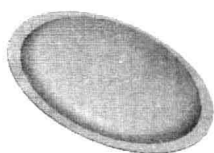
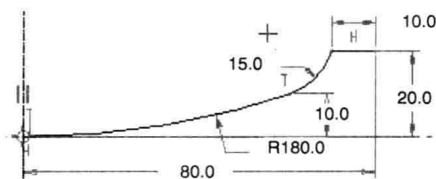

图 1.9 旋转类型的钣金壁特征
图 1.10 截面草图
Step2. 创建图 1.9 所示的旋转类型的钣金壁特征，操作步骤如下：
(1) 选择下拉菜单 **插入(I)** → **钣金件壁(W)** → **分离的(S)** → **旋转(R)...** 命令，此时系统弹出“第一壁：旋转”特征信息对话框，该对话框反映了创建旋转特征的过程和状态。
(2) 定义旋转类型。在 **ATTRIBUTE(S) (属性)** 菜单中，选择 **One Side (单侧)** → **Done (完成)** 命令。
(3) 定义特征的截面草图。
① 定义截面草图的放置属性。选取 **FRONT** 基准面为草绘平面，接受系统默认的参照平面和方向。
② 创建特征截面。进入草绘环境后，接受默认的 **RIGHT** 和 **TOP** 草绘参照，绘制图 1.10 所示的旋转特征旋转中心线和截面草图；完成绘制后，单击“草绘”工具栏中的“完成”按钮 。